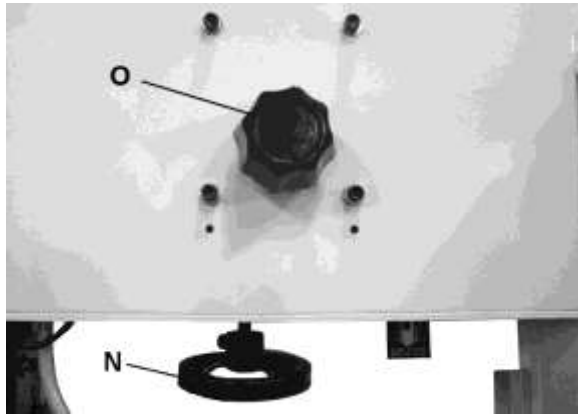

Рис. 4.
**Маховик натяжения ленточного полотна** (N, Рис. 4) – находится на нижней поверхности верхней рамы. Для натяжения полотна поворачивайте маховик по часовой стрелке; для ослабления – против часовой стрелки.
**Ручка регулировки хода полотна** (O, Рис. 4) – находится с обратной стороны станка в его верхней части. Чтобы сдвинуть полотно к передней стороне шкива, поворачивайте ручку по часовой стрелке. Чтобы сдвинуть полотно к задней стороне шкива, поворачивайте ручку против часовой стрелки.